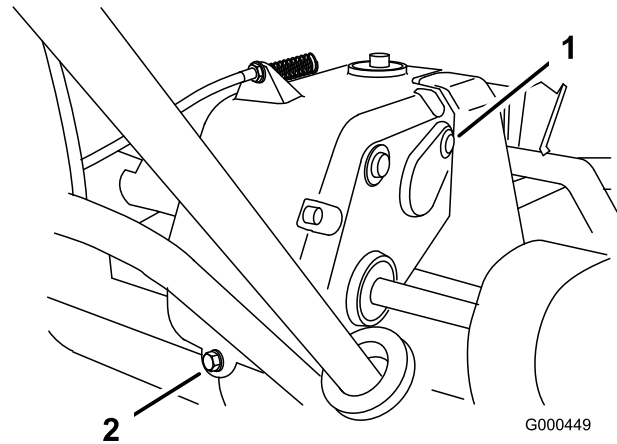

Figure 28
2. Retirez le bouchon de vidange à l'arrière de la transmission (Figure 28).
3. Appuyez sur le guidon et basculez la machine en arrière. Retirez le bouchon de contrôle/remplissage du côté droit de la transmission (Figure 28).